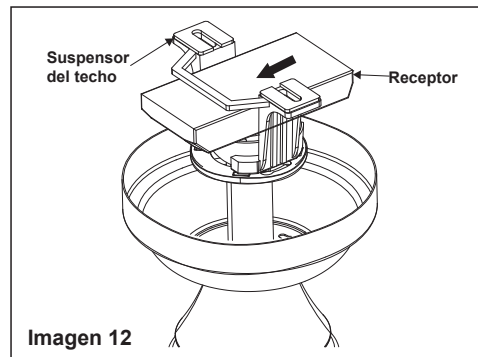

Imagen 12
**Paso 4.** Coloque el receptor en el soporte de suspensión y manténgalo plano contra el techo. (Fig. 12)